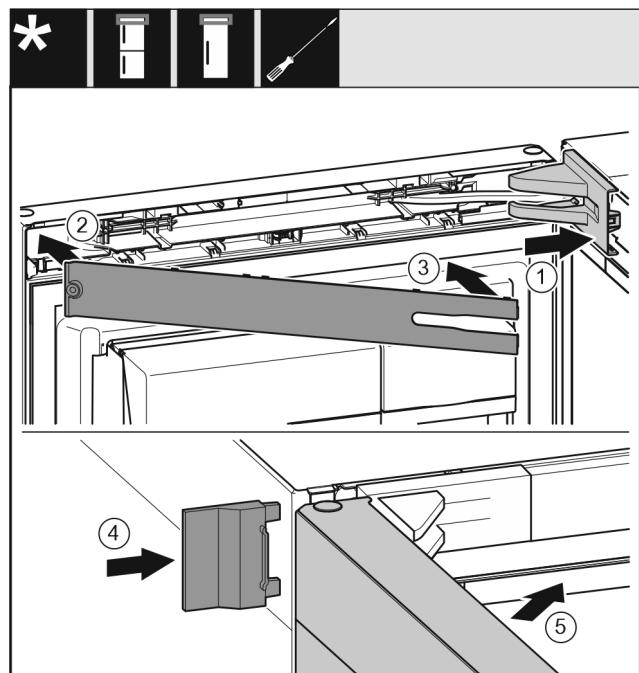

Fig. 51
- Nasadte a zaklapněte kryt stojanu ložiska, příp. opatrně odtlačte od sebe. Fig. 51 (1)
- Nasadte záslepku. Fig. 51 (2)
- Záslepku sklopte a zaklapněte. Fig. 51 (3)
- Nasuňte vnější kryt. Fig. 51 (4)
- Zavřete horní dveře. Fig. 51 (5)